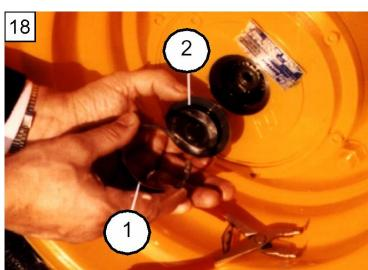

Рисунок 18. Отсоединение колес от колесных редукторов.
### 4.4.3 – ОТСОЕДИНЕНИЕ КОЛЕС ОТ КОЛЕСНЫХ РЕДУКТОРОВ (Рисунок 18)
- Снять крышку ступицы (позиция 1, рисунок 18),
- Перевернуть центральный штифт (позиция 2, рисунок 18), установить на место крышку ступицы.